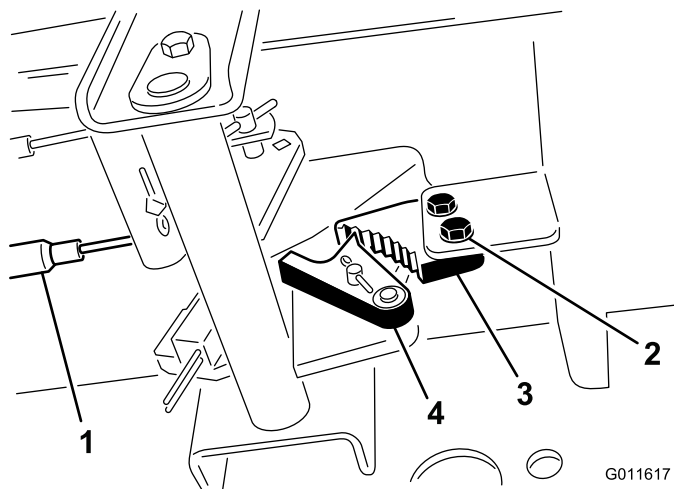

图68
1. 松开将驻车刹车闸固定到机架的 2 个螺钉（图68）。
2. 向前踩驻车刹车踏板，直到刹车卡槽完全接合刹车闸（图68）。